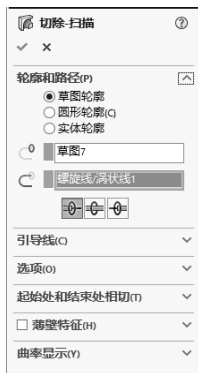
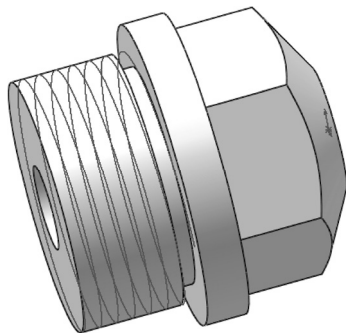

图 13-63 “切除-扫描”属性管理器
图 13-64 生成螺纹
**06** 绘制螺纹。选择菜单栏中的“插入”→“切除”→“扫描”命令，或者单击“特征”控制面板中的“扫描切除”按钮，弹出“切除-扫描”属性管理器，如图 13-63 所示。选择图形区域中的牙型草图为轮廓；然后选择螺旋线作为扫描路径，单击“确定”按钮。结果如图 13-64 所示。